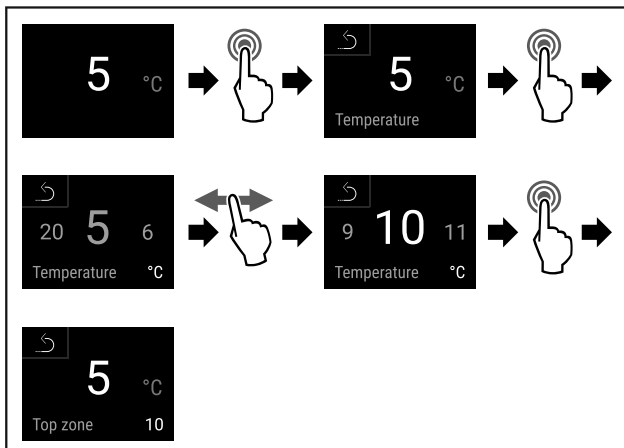

Fig. 67
- Atlikite veiksmus (žr. Fig. 67).